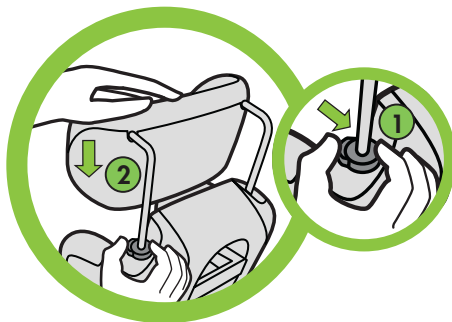

Figure 18b
- Appuyez sur le bouton de réglage du harnais, situé du côté gauche du siège (lorsqu'on se trouve à l'arrière du siège) (1) et poussez sur l'appui-tête jusqu'à ce qu'il se verrouille (2), comme sur la **Figure 18b**.